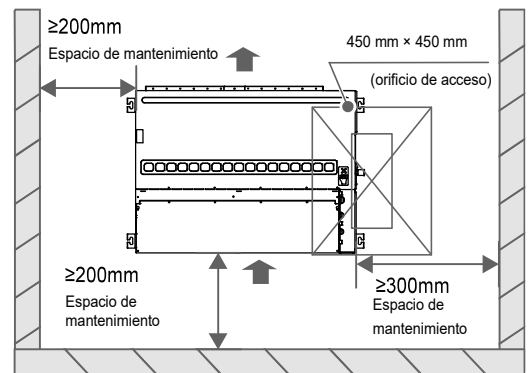

Figura 1
- ✓ Haya espacio suficiente para la instalación y el mantenimiento. (Consulte la Figura 1)